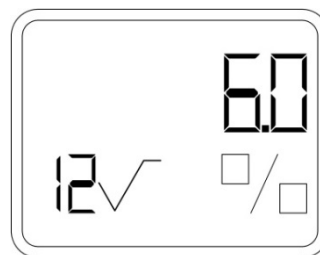

Рисунок 39 – Отображение 12 пункта меню на дисплее
- При помощи кнопки «S» зайти в пункт меню 12 (рисунок 39).